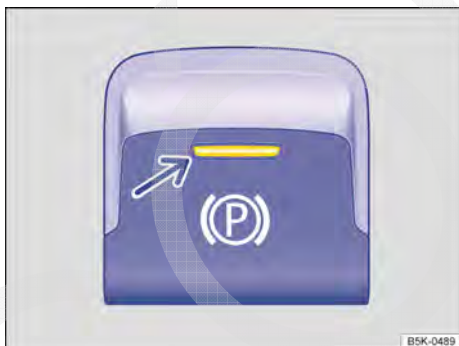

Fig. 184 Na parte inferior do console central: botão do freio de estacionamento eletrônico.
- Puxar e segurar o botão  → Fig. 184.
- Se a luz de controle no botão → Fig. 184 (seta) e a luz de controle *vermelha* no display do  instrumento combinado se acenderem, o freio de estacionamento eletrônico está ligado → Página 248.
- Pressionar o botão  → Fig. 184. Pisar simultaneamente com força no pedal do freio ou pisar levemente no pedal do acelerador com o motor em funcionamento.
- A luz de controle do botão → Fig. 184 (seta) e a luz de controle *vermelha*  no display do instrumento combinado se apagam.
Um desligamento automático do freio de estacionamento eletrônico pode ser impedido puxando permanentemente o botão  → Fig. 184 para cima durante o processo de arranque.
- Manter o botão  → Fig. 184 puxado para frear o veículo **com força**. Ao mesmo tempo é emitido um sinal de advertência sonoro.
- Pressionar o botão → Fig. 184. A função Auto Hold está desligada.